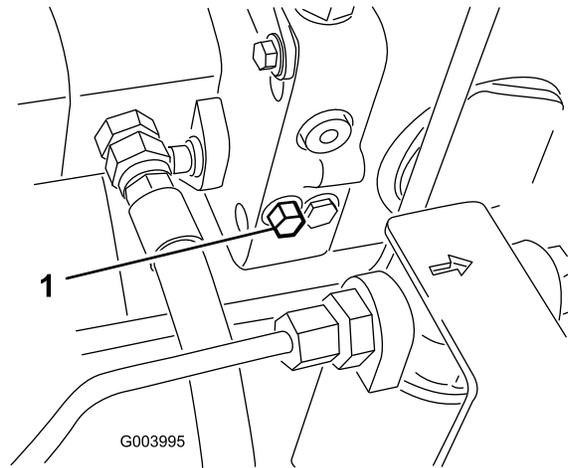

Figura 95
3. Sulla pompa a portata variabile, fate ruotare di un giro e mezzo il bullone della valvola di bypass per aprire e lasciare bypassare l'olio all'interno (Figura 95).